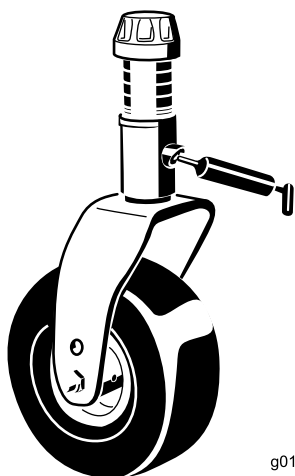

Рисунок 14
- Втулки валов вилок поворотных колес (4 шт.) (Рисунок 14).